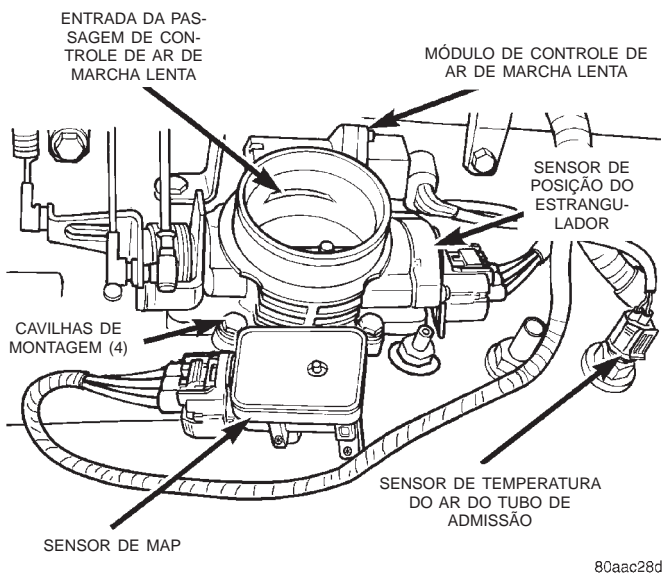
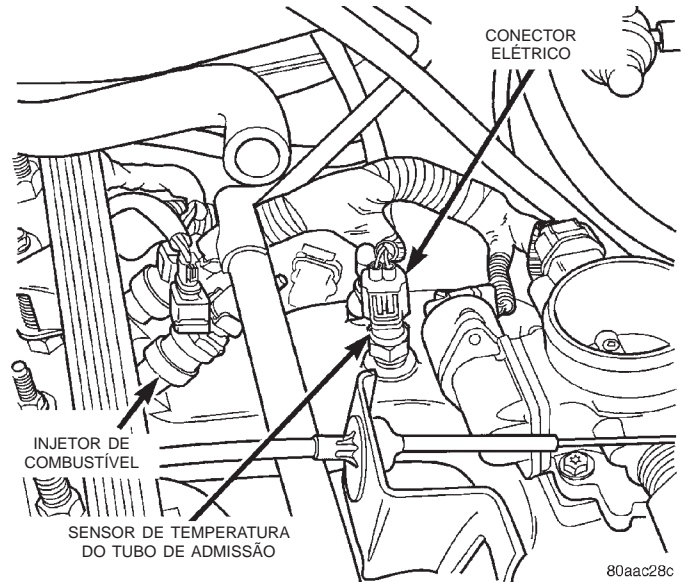

Fig. 37 Sensor de Temperatura do Ar do Tubo de Admissão—Motor 4.0L
Fig. 38 Sensor de Temperatura do Ar do Tubo de Admissão—Motor 2.5L
(1) Desconecte o conector do chicote de fiação do sensor de temperatura do ar do tubo de admissão (Fig. 37) ou (Fig. 38).
Para realizar um teste completo do TPS (Fig. 37) e de seu conjunto de circuitos, consulte o manual “Unidade de Diagnósticos DRB e Procedimentos de Diagnóstico do Módulo de Controle do Trem de Força” apropriado. Para testar somente o TPS, proceda da seguinte maneira: